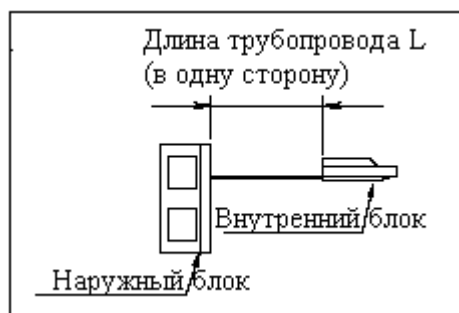

Рис. 1
- Система кондиционирования данного типа предусматривает заправку количества хладагента, определяемого длиной соединительных трубопроводов. Операции по заправке перечислены ниже (см. также Рис. 1).